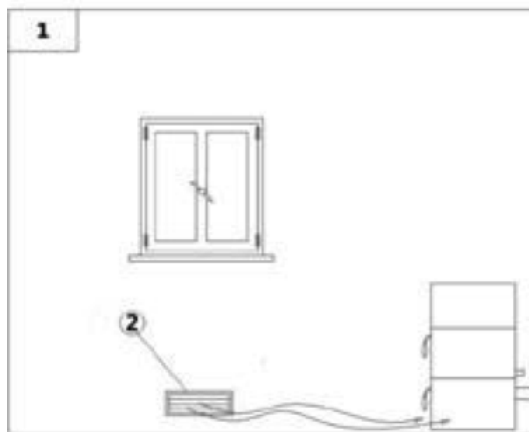

Fig. 6 - Afflusso d'aria diretta
- L'afflusso dell'aria tra l'esterno ed il locale può avvenire per via diretta, tramite apertura su parete esterna del locale ( vedi Fig.6).